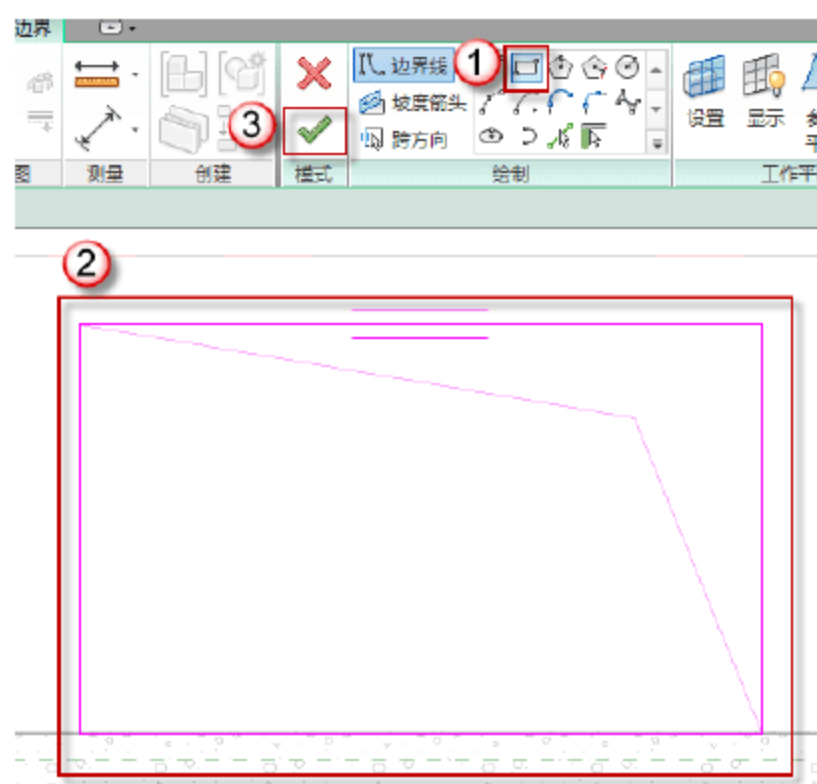

图 9.2.32 绘制排水井地面
(10) 绘制“2500×1500×1600 排水井”地面。在“绘制”任务栏的“边界线”中选择“矩形”，在绘图界面需要绘制的地方，绘制排水井的地面，然后在上下文关联选项卡中单击√按钮，如图 9.2.32 所示。